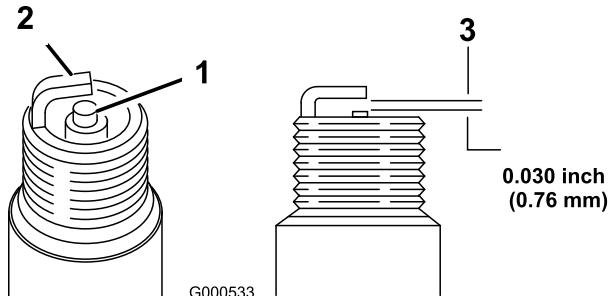

Figura 33
- Mire la parte central de la bujía (Figura 33). Si se observa un color gris o marrón claro en el aislante, el motor está funcionando correctamente. Si el aislante
2. Compruebe la separación entre los electrodos central y lateral (Figura 33). Si la distancia no es correcta, doble el electrodo lateral (Figura 33).